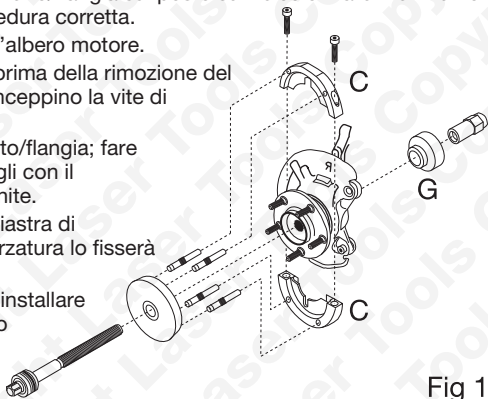
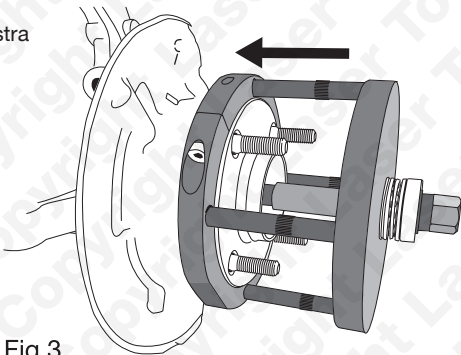
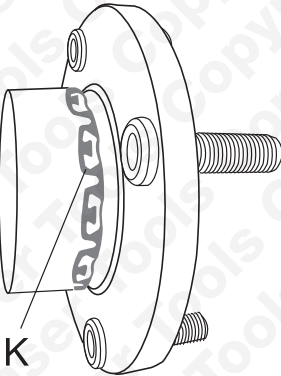

Fig 1
Fig 3
Fig 4
- Assemblare la valva di rimozione (C) al cuscinetto/flangia; fare riferimento al diagramma (Fig 1). Allineare i ritagli con il sensore ABS. Fissare con le viti di fermo (D) fornite.
- Assemblare i quattro perni di forzatura (E) alla piastra di forzatura (B). L'O-ring di gomma sul perno di forzatura lo fisserà nella bussola della piastra di forzatura.
- Da dietro, installare l'adattatore di estrazione (G) sopra l'estremità della vite di forzatura. Inserire il collare verso la vite di forzatura — fare riferimento alla Fig 1.
- Fissare l'attrezzo assemblato con il dado della vite di forzatura (F). L'estremità lunga filettata del dado della vite di forzatura verso la vite di forzatura — fare riferimento alla Fig 1.
- Per rimuovere il cuscinetto/flangia, tenere fermo il dado di forzatura (F) con una chiave da 30mm mentre si gira la vite di forzatura con una bussola da 22mm su una barra di interruzione o una maniglia a cricco lunga. (Non utilizzare attrezzi ad aria).
- Fare riferimento alla Fig 3: Allineare il gruppo piastra/perno con le valve, e installare la vite di forzatura principale attraverso il gruppo piastra/perno.
- Dal retro, installare l'adattatore di inserimento (I) sopra l'estremità della vite di forzatura in modo che sia appoggiata sul bordo esterno nel retro del sostegno del mozzo.
- Per installare il nuovo cuscinetto/flangia, tenere fermo il dado di forzatura (F) con una chiave da 30mm mentre si gira la vite di forzatura con una bussola da 22mm su una barra di interruzione o una maniglia a cricco lunga. (Non utilizzare attrezzi ad aria).
- Girare la vite di forzatura fino a che il cuscinetto/flangia non sono completamente nella posizione di zero. Se installato, assicurarsi che le linguette dell'anello spinato di ritegno (K) siano correttamente inseriti nella scanalatura di ritegno. Vedere Fig 4.